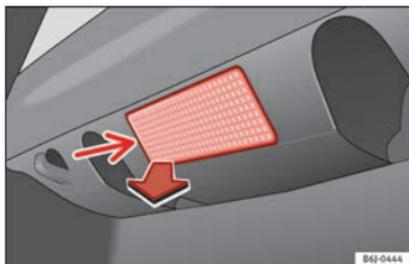

Fig. 194 Luz del maletero.
- Extraiga la tulipa haciendo presión sobre el borde de la parte interior de la misma (flecha) con ayuda de un destornillador por su parte plana »» fig. 194.